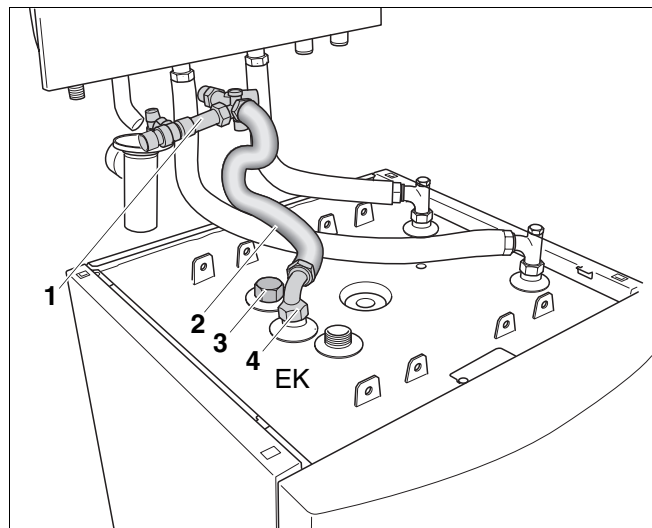

Abb. 15 Kaltwasser-Anschlussrohr montieren
VORSICHT! ● Wenn Sie keine Zirkulation am EZ-Anschluss anschließen, verschließen Sie den EZ-Anschluss mit einer Kappe (Abb. 15, **Pos. 3**).
- Anschlusswinkel (Abb. 15, **Pos. 4**) am Speicheranschluss (EK) eindichten.
- Anschlusswinkel (Abb. 15, **Pos. 4**) ca. 45° nach rechts ausrichten (siehe Abb. 15).
- Vorgebogenen Kaltwasser-Wellschlauch (Abb. 15, **Pos. 2**) mit Dichtungen zwischen die Sicherheitsgruppe (Abb. 15, **Pos. 1**) und den Anschlusswinkel (Abb. 15, **Pos. 4**) am Speicher-Wassererwärmer (EK) einschrauben.
- VORSICHT!** ● Prüfen Sie ob der EZ-Anschluss mit einer Kappe (Abb. 15, **Pos. 3**) verschlossen ist.